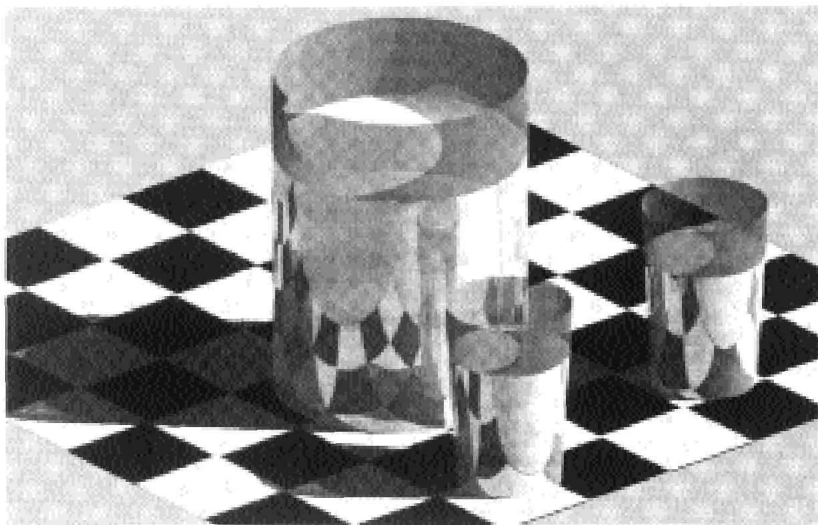

图 7-7
- Photo Raytrace（照片级光线跟踪渲染） 这种类型是基于来自于观察者光源的不同光束的路径。该类型可以完成照片级真实感渲染类型做到的所有功能，还可以生成反射图像并能处理光束的折射，这些额外功能的代价是渲染速度比照片级真实感渲染类型要慢得多，图7-7是一个照片级光线跟踪渲染的例子。